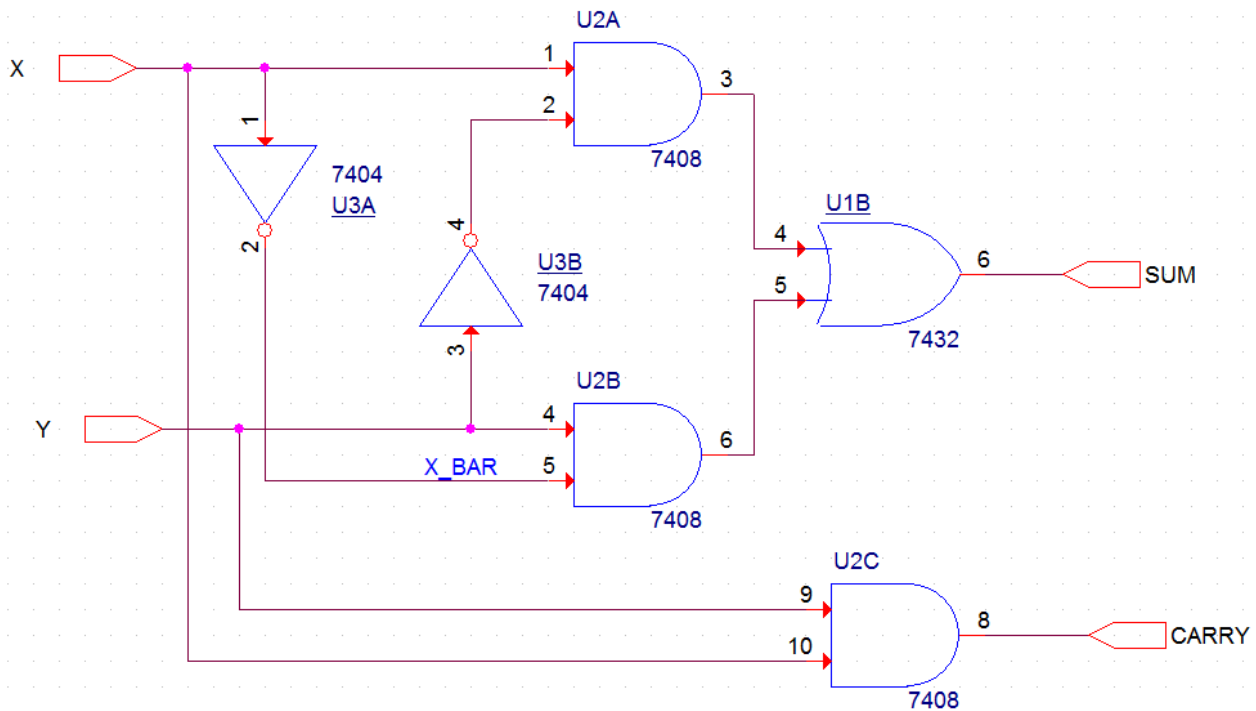

Рис. 18.7. Схема простого полусумматора
1. Требуется создать схему (рис. 18.7) из библиотеки Parts.
3. Выполняем соединения и переименовываем порты. Получаем нужную схему полусумматора (рис. 18.7).
В этом разделе, мы создадим компонент для схемы простого полусумматора (рис. 18.7), который вы создали в разделе плоской схемы этой главы. Такие созданные компоненты называют ещё Hierarchical symbol (иерархический символ).